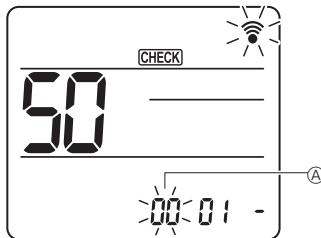

Fig. 6-19
- ② Réglage du numéro d'appareil
Appuyez sur les touches **▲** pour régler le numéro d'appareil ④. (Fig. 6-19)